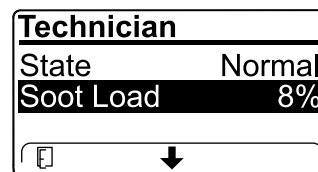

Figura 41
- Verificate il carico di fuliggine misurato come percentuale di fuliggine nel FAP (Figura 41); fate riferimento alla tabella del carico di fuliggine.